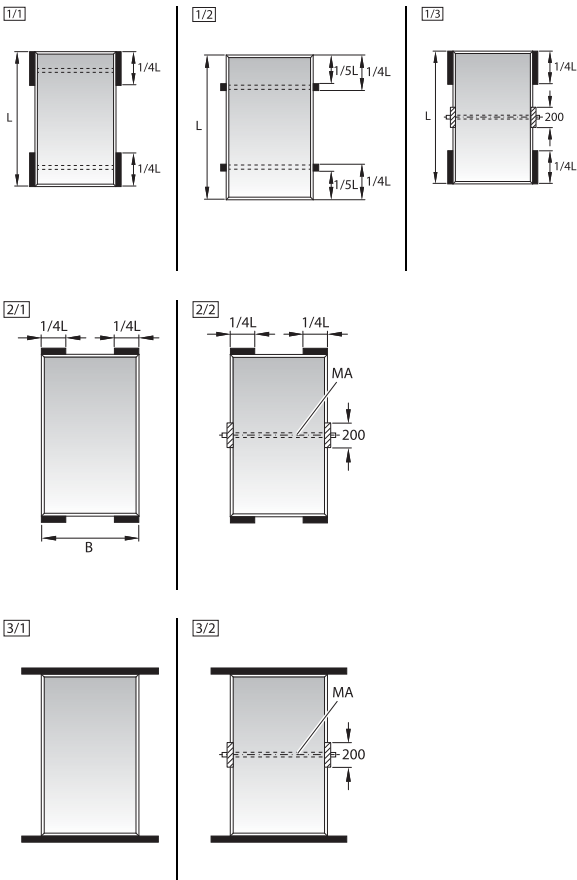

Fig. 2
- Klemmprofile zur Befestigung im ausgewiesenen Klemmbereich setzen (siehe Markierung ■ Fig. 2).
- Notwendige Auflagebereiche einhalten (siehe Markierung ▨ Fig. 2).